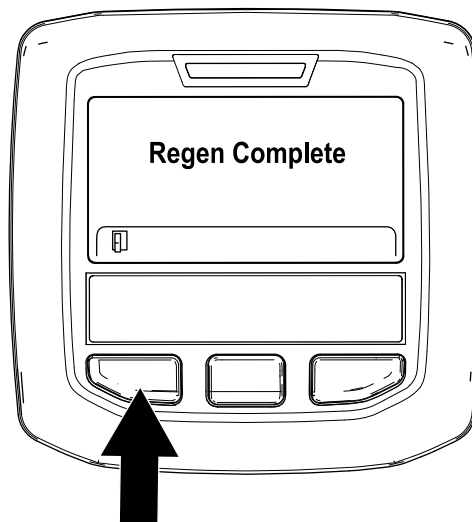

Figure 51
9. La régénération en stationnement est terminée quand le message « Regen Complete » (régén. terminée) s'affiche dans l'InfoCenter. Appuyez sur le bouton gauche pour quitter l'écran d'accueil (Figure 51).